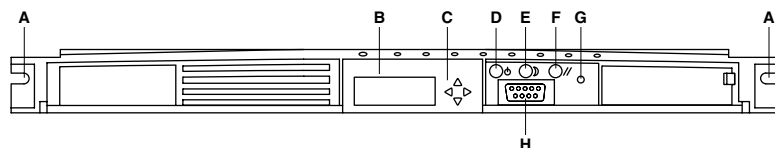

Figura 2
3. Premere il pulsante di alimentazione (vedere Figura 2).